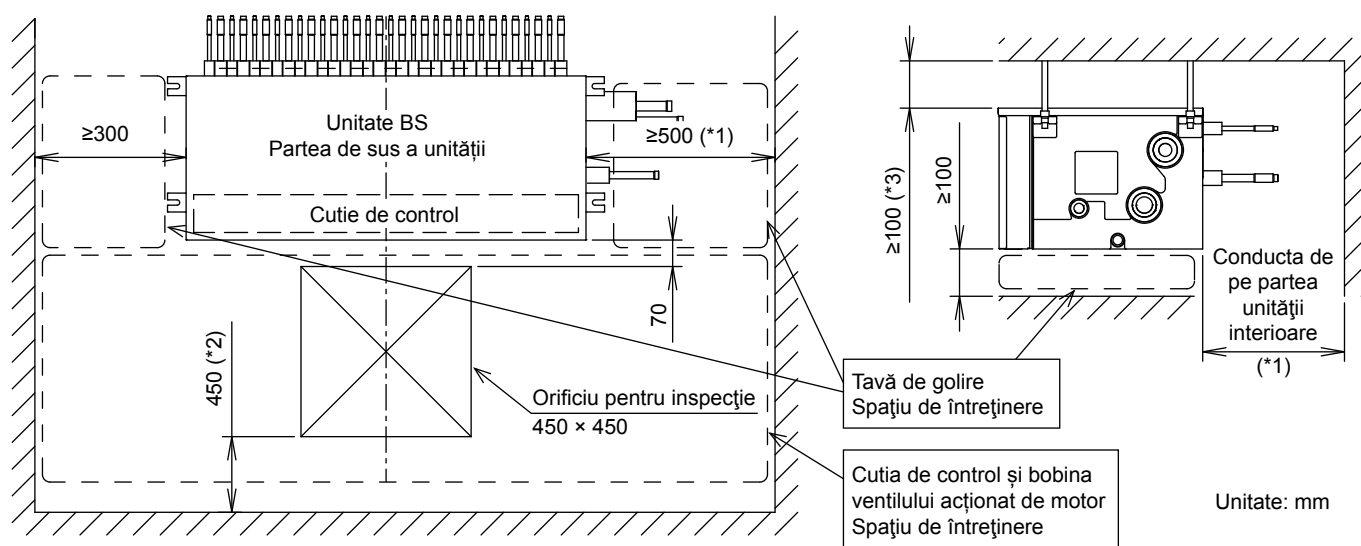

Fig. 1
- Trebuie să existe un spațiu adecvat în care să se efectueze lucrările de instalare și service (**Consultați Fig. 1**).